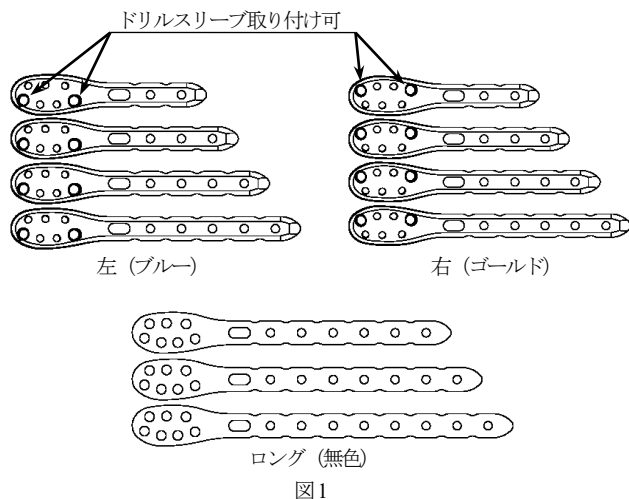

図1
- 2) 骨折部を整復後、トライアルを用いてプレートのサイズ（骨幹部の穴数）を決定します。（図1）